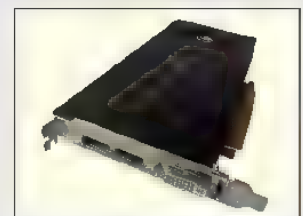

Bild 3: Grafikkarte
6. Bei einem günstigen Angebot für eine gebrauchte Grafikkarte (**Bild 3**) wird auf einen beiliegenden Windows 7 32-Bit Treiber hingewiesen. Die Grafikkarte soll in einen PC mit dem Betriebssystem Windows 10 64-Bit eingebaut werden. Was ist vor dem Kauf zu beachten?